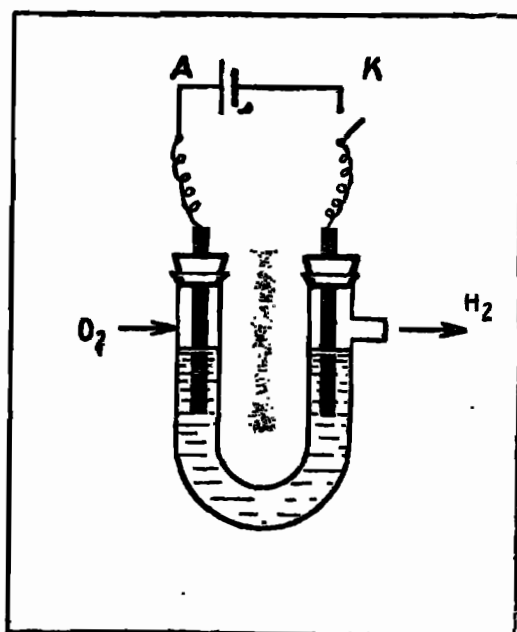

Рис. 25. Электролиз воды.
**Оборудование:** источник тока, электролизер с электродами из нержавеющей стали (рис. 25) (остатки электродов от электросварки, очищенные от флюса), 0,5 н. раствор сульфата натрия, раствор нейтрального лакмуса.